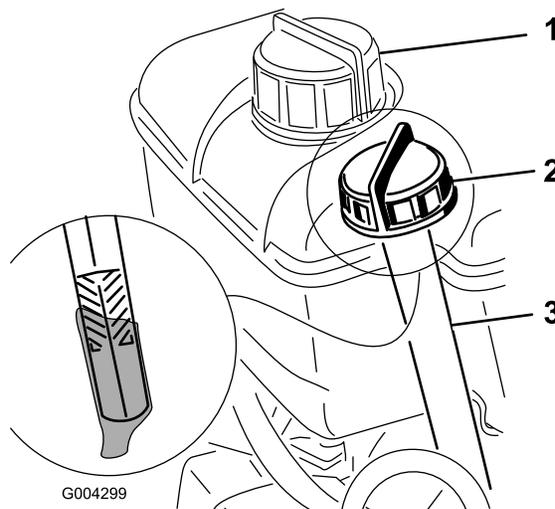

Figure 12
2. Nettoyez la surface autour du bouchon de remplissage (Figure 12).
- Nettoyez la surface autour du bouchon du réservoir de carburant (Figure 12).